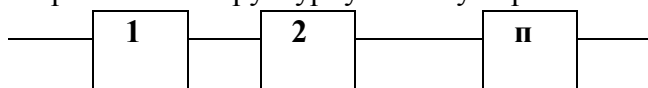

Рис. 1 Последовательное соединение элементов (подсистем) в технической системе
1) если отказ элемента приводит к отказу всего объекта, то элемент считается встроенным в структурную схему последовательно (рис. 1);
Третий этап: является основным этапом, на котором составляется структурная (логическая) схема надежности водогрейной котельной как технической системы. Составляется структурно-логическая схема в соответствии с рис. 1 и/или 2. Эта схема характеризует состояние (работоспособное или неработоспособное) ТС в зависимости от состояния отдельных элементов (подсистем). При построении схемы используйте нумерацию элементов (подсистем) ТС, как в таблице 1: 1- водогрейный котел; 2 - газовая горелка; 3- запальное устройство; 4- датчик контроля пламени; 5- клапан запорный; 6- клапан отсечной.
Технологическая система Терминала представлена на рис.1. Топливный газ подводится от магистрального газопровода (МГ) очищается от влаги и примесей и подается в распределительную сеть. Постоянный персонал на Терминале отсутствует, управление процессом осуществляется из операторной Объединенного берегового технологического комплекса подготовки нефти и газа (ОБТК). Функционирование системы контрольно-измерительных приборов (КИП) и автоматики обеспечивается электроэнергией от газогенераторов; в аварийных ситуациях электроснабжение может кратковременно поддерживаться источником бесперебойного питания (ИБП).